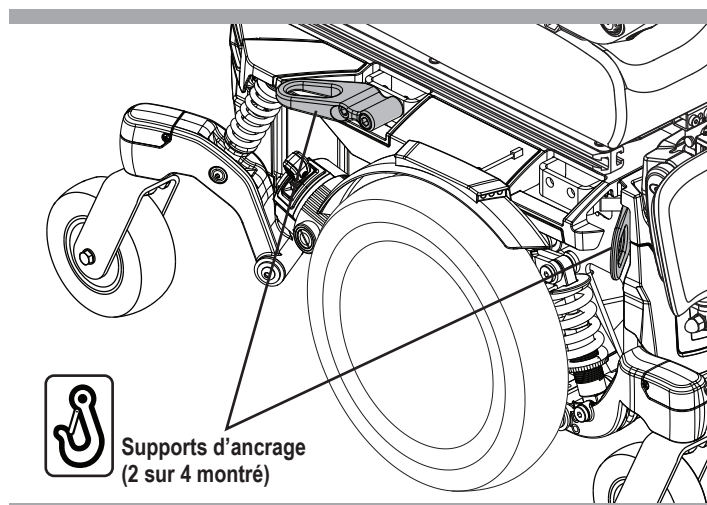

Figure 6. Support d'ancrage système transport
Si votre fauteuil motorisé est équipé d'un système de fixation de transport, il est équipé de supports de fixation avant et arrière installés par le fabricant et peut être équipé de supports d'ancrage de ceinture de positionnement. Voir la figure 6. Reportez-vous au supplément fourni avec votre fauteuil motorisé pour plus d'informations sur l'utilisation du système de fixation de transit.
- Fixez les quatre (4) courroies aux points d'ancrage désignés et identifiés par le symbole d'ancrage sur le fauteuil motorisé. **Voir les figures 6 et 7.** Serrez-bien les courroies pour retirer le jeu excessif.